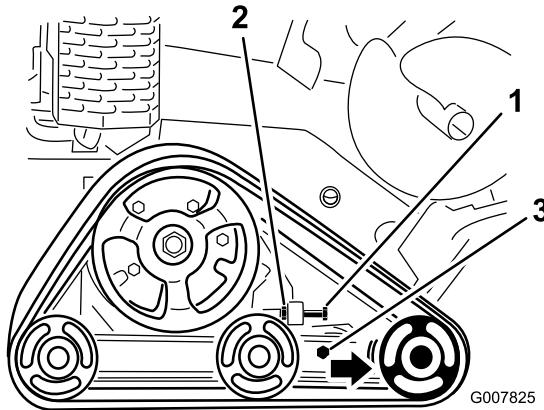

Bild 47
3. Lösen Sie die Klemmmutter an der Spannschraube der Kette und die Klemmschrauben am Spannarm (Bild 47).
4. Ziehen Sie die Spannschraube mit 32,5 bis 40,7 Nm fest, um die Kette zu spannen (Bild 47).
- Lösen Sie die Spannschraube und Klemmmutter (Bild 47).
- Lösen Sie die Klemmschrauben (Bild 47).